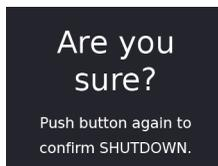

Abbildung 4-10 Bestätigungsbildschirm
- Drücken Sie die Taste **MODE** (Modus) einmal. Es erscheint ein Bildschirm, der die Abschaltung des Kühlers bestätigt (siehe Abbildung 4-10 auf Seite 145); die Anzeige blinkt gelb. Wenn die Taste **MODE** (Modus) nicht innerhalb von 5 Sekunden ein zweites Mal gedrückt wird, kehrt der Bildschirm zum Status **Running** (Betrieb) zurück (siehe Abbildung 4-8 auf Seite 144).